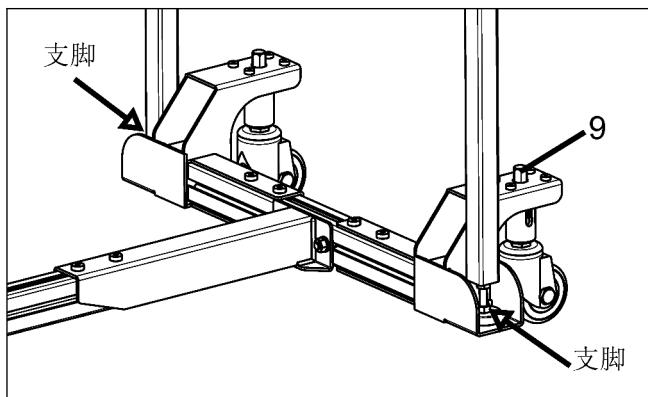

图 24
e. 移除木块，调整支脚及滚轮高度（顺时针旋转调节丝杆“9”，滚轮上升；逆时针旋转调节丝杆“9”，滚轮下降），使得延伸台面与主台面平行。（见图 24）